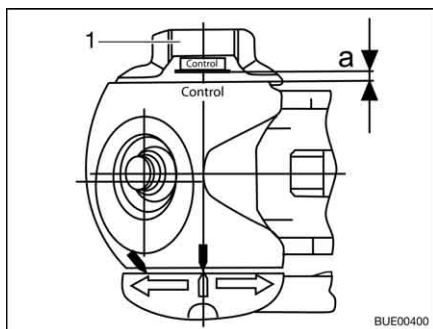

Fig. 188 Contrôle d'usure
- Tourner la molette de réglage (Fig. 188,1) vers la position de fermeture jusqu'à ce que vous ressentiez et entendiez le grincement du limiteur de couple. Sens de la rotation : Dans le sens des aiguilles d'une montre.
- Distance $a > 0$ (Fig. 188) : Usure à l'intérieur de la zone autorisée.